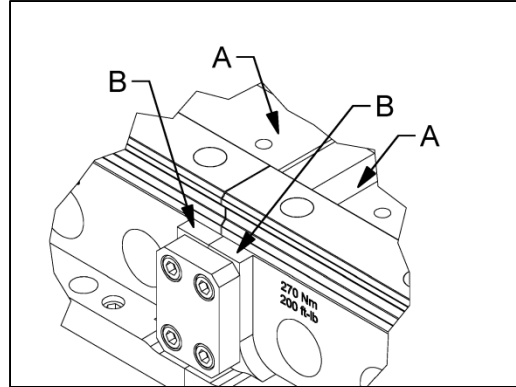

Figure 3
12. Fixez un comparateur à cadran avec une base magnétique à l'une des glissières linéaires et vérifiez l'alignement des deux points « A », et des deux points « B » comme sur la Figure 3. Les points « A » doivent être à moins de 0,001 pouce l'un de l'autre, et les points « B » doivent aussi être à moins de 0,001 pouce l'un de l'autre. Sinon, desserrez tous les boulons et répétez les étapes 2-11.
19. Fixez un comparateur à cadran avec une base magnétique à l'une des glissières linéaires et vérifiez l'alignement des deux points « A », et des deux points « B » comme sur la Figure 3. Les points « A » doivent être à moins de 0,001 pouce l'un de l'autre, et les points « B » doivent aussi être à moins de 0,001 pouce l'un de l'autre. Sinon, répétez les étapes 14-18.